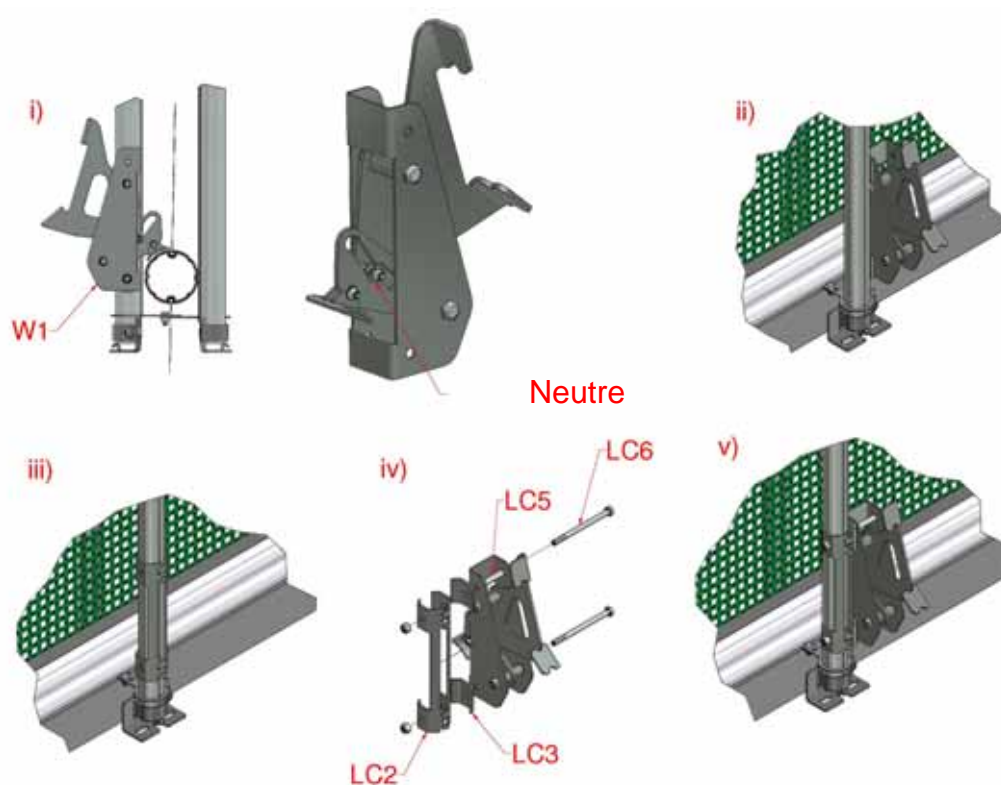

Figure 27 : loquets de verrouillage intermédiaires
- a) Lorsque le loquet est en position neutre, Figure 27(i) (c-à-d. l'enrouleur situé dans la butée du milieu du rail), maintenir le loquet contre le tube de commande externe en appuyant le sabot contre le tube d'enroulement du bas, et marquer sur le tube l'emplacement des trous de montage, Figure 27(ii).
- b) Poser les deux plaques de serrage contre le tube de commande en plaçant les doigts d'interverrouillage dans la cannelure supérieure du tube, Figure 27(iii). Aligner les trous de montage sur les repères marqués en 5(a) ci-dessus en se servant des plaques de serrage pour serrer, et percer à travers de chaque côté pour y insérer un boulon M10.
- c) Fixer le loquet au tube à l'aide de boulons longs M10x140 mm, en posant les tubes d'écartement à l'intérieur du loquet et les plaques d'écartement entre le loquet et les plaques de serrage, Figure 27(iv).